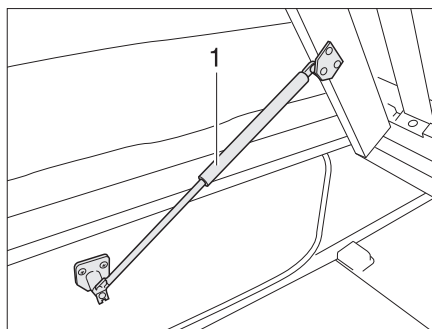

Bild 59 Fast säng
- Lyft ribbotten. Gasfjädrarna (Bild 59,1) håller kvar ribbotten i öppet läge.